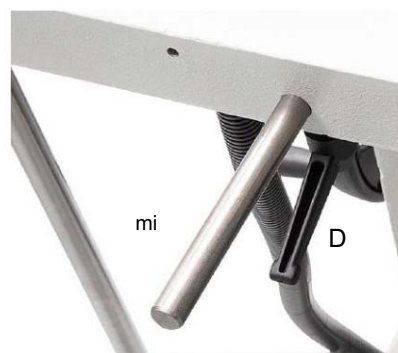

Fig. 17: Palanca de apriete y pasador para el ajuste transversal del LLB 40 DT
Paso 1: Afloje la palanca (D.Fig.17) para el ajuste transversal. sen.
Paso 2: Coloque los pasadores (E.Fig.17) en la posición deseada.
Paso 3: Apriete nuevamente la palanca (D.Fig.17) para el ajuste transversal.